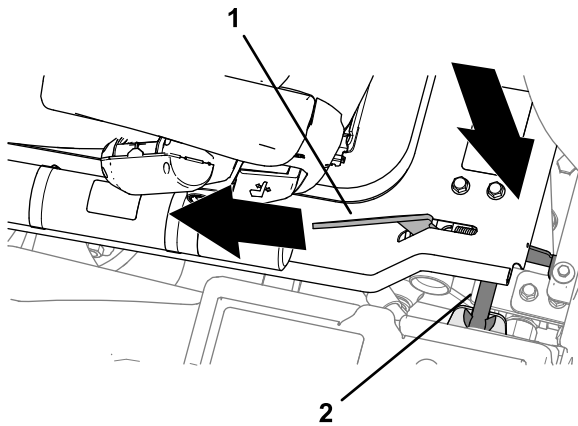

Figura 45
2. Cuando la plataforma se acerque a la posición de totalmente bajada, mueva la palanca de cierre de la plataforma (Figura 45) hacia la parte delantera de la máquina.